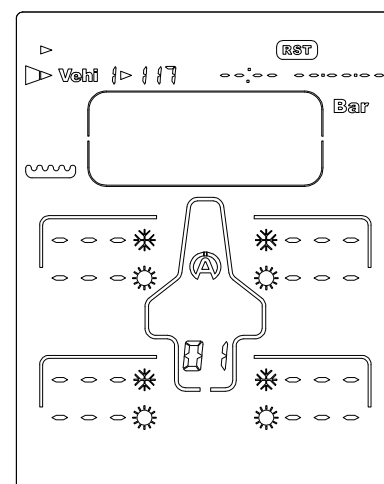

Abbildung 16
- 4) Um alle Daten des Fahrzeugs 1 zu löschen, halten Sie die mittlere Taste  1 Sekunde lang gedrückt (Abbildung 16).